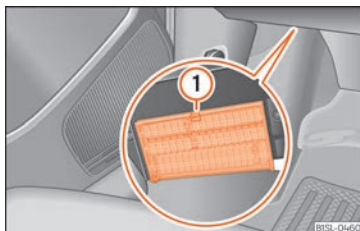

Fig. 45 A sota el tauler d'instruments del costat del conductor:tapa de la caixa de fusibles.
- **Obrir:** pressioneu la palanca de bloqueig »» fig. 45 ① fins que sigui possible obrir la coberta. Abateu la coberta cap avall.
- **Tancar:** abateu la coberta cap amunt en la direcció contrària a la fletxa fins que quedi encastada de forma audible a la palanca de bloqueig ①.